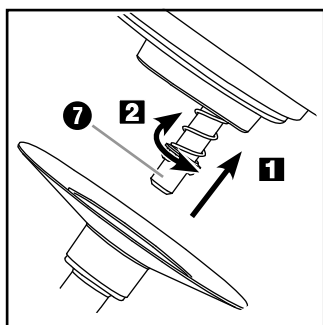

Fig. 2: montaje de los accesorios
6) Monte el gancho amasador 10, las varillas de montar 11 o las varillas de mezcla 12 en el eje de accionamiento 7 (fig. 2) según la tarea que desee realizar:
- Coloque el gancho amasador 10, las varillas de montar 11 o las varillas de mezcla 12 (en lo sucesivo, el accesorio) en el eje de accionamiento 7 de forma que los dos salientes metálicos del eje de accionamiento 7 encajen en los alojamientos del accesorio 10 11 12 (fig. 2/1).
- Presione el accesorio 10 11 12 firmemente contra el eje de accionamiento 7 de forma que el resorte quede presionado y gire el accesorio 10 11 12 ligeramente en sentido antihorario (dirección 1) (fig. 2/2).